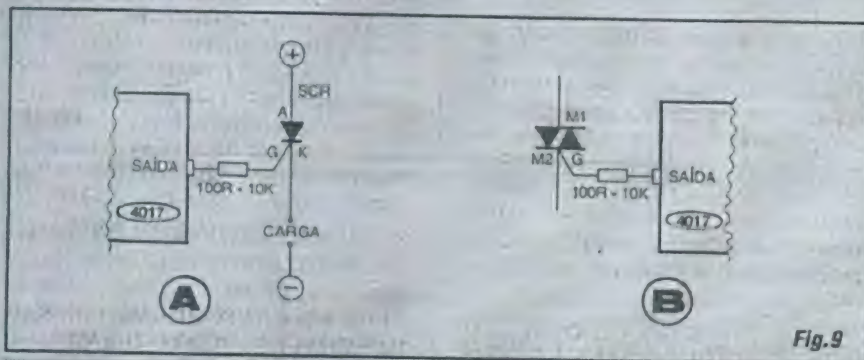

Fig. 9
- FIG. 9-A - ACIONANDO TIRISTORES - Um SCR (Retificador Controlado de Silício, de "mão única"...), também pode ser acionado pelas Saídas de um 4017, eventualmente com a intermediação de um resistor dimensionador da Corrente de *gate* (terminal de "gatilho" do tiristor...). Lembrar que - como sempre ocorre nesses circuitos de controle - a linha de "terra" deve ser *comum* aos módulos circuitais... Dessa forma, Correntes, Tensões e Potências no ramo "tiristorizado" do circuito *podem* ser radicalmente diferentes dos correspondentes parâmetros inerentes ao C.MOS...
- FIG. 9-B - TAMBÉM TRIACs... - Os tiristores de "mão dupla", ou TRIACs (que são capazes de chavear cargas em onda completa, sob C.A.) também podem ser "gatilhados" pelas Saídas de um 4017... Notem que as estruturas mostradas em 9-A e 9-B substituem, em muitos casos, de forma totalmente em "estado sólido", os arranjos com relês anteriormente exemplificados, no comando de cargas realmente "pesadas", seja sob C.C., seja sob C.A.! Centenas de Volts ou milhares de Watts podem, assim, confortavelmente ser sequenciados pelas 10 Saídas de um 4017, em organizações circuitais *muito* utilizadas (os Leitores/Hobbyistas de APE já devem ter visto, nas páginas de Revista, *muitas* montagens práticas que recorrem a tais sistemas, inclusive no controle de lâmpadas de alta Potência...). Não esquecer que também com TRIAC, e este (com a respectiva carga...) sob C.A., a linha de "terra" deve ser *comum* aos módulos circuitais, para que o C.MOS possa polarizar corretamente o dispositivo de Potência...